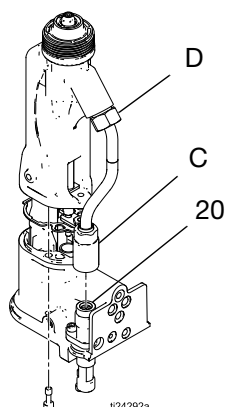

Fig. 15. Nettoyage du filtre à fluide en ligne
6. Démontez le raccord de tuyau de fluide inférieur (C) et le filtre pour fluide (20). Voir FIGURE 15. Nettoyez le filtre dans du solvant compatible.